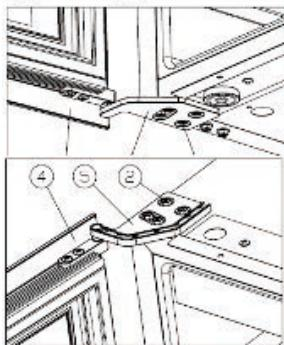

Imagen 5
- Instale la bisagra superior derecha ④ y atornille con fuerza los 16 tornillos M5 ②.[Imagen 5]